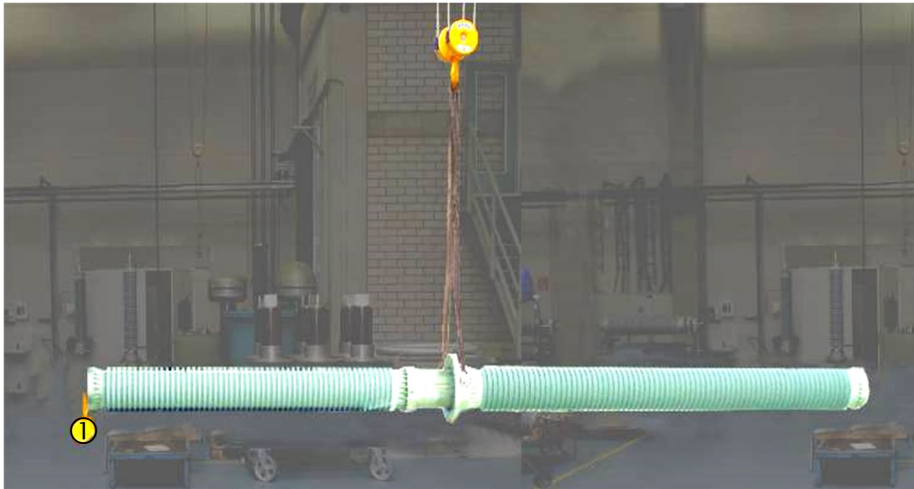

Abbildung 10: Anheben einer Wanddurchführung mit Gegengewicht
Dazu wird die Durchführung am leichteren Kopfende mit einem Zusatzgewicht (1) versehen dessen Größe austariert werden muss (Abb. 10).